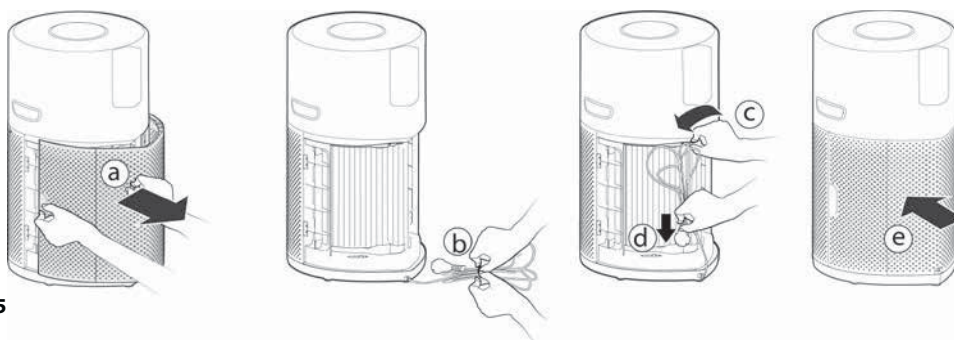

Рис. 15
4. Снимите крышку блока забора воздуха [Рис. 15а] и аккуратно сложите шнур [Рис. 15b], подвесьте его на крючке [Рис. 15c], затем вставьте вилку в транспортное положение [Рис. 15d]. Установите крышку блока забора воздуха. [Рис. 15e]